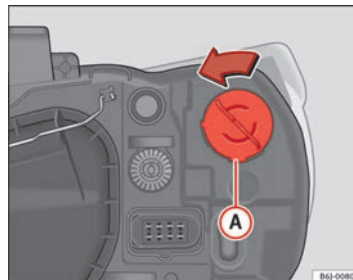

Abb. 146 Blinker bei Einfachscheinwerfer
- Drehen Sie den Lampenträger ⇒ Abb. 146 Ⓐ nach links und ziehen Sie.